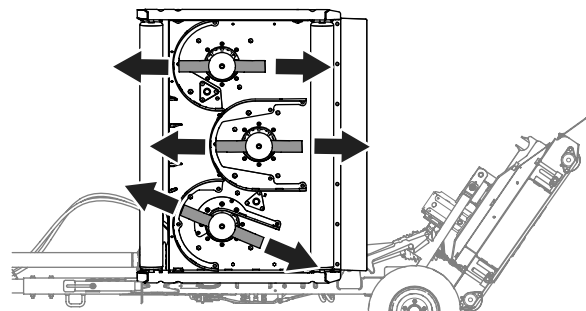

Рисунок 70
- Выворачивайте нож газонокосилки, как показано на Рисунок 70.